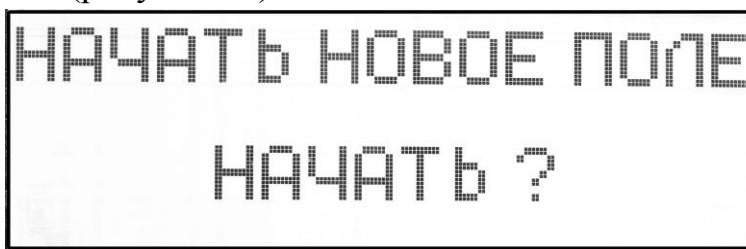

Рисунок 22
- начать новое поле (рисунок 22).
Нажатием кнопки **OK** в окне «НАЧАТЬ НОВОЕ ПОЛЕ» (рисунок 22) можно сбросить наработку предыдущего поля. Окно «НАЧАТЬ НОВОЕ ПОЛЕ» (рисунок 22) сменится окном «НОВОЕ ПОЛЕ НАЧАТО» (рисунок 23).